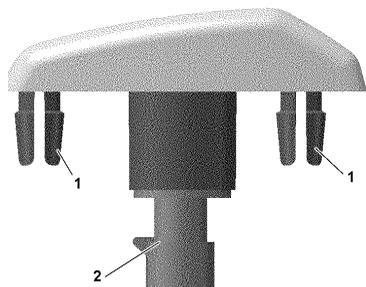

Рис. 9.36. Боковой указатель поворота:
**Боковые указатели поворота** на УАЗ КАРГО установлены сбоку на передних крыльях. Для замены лампы указателя поворота сожмите фиксаторы 1 (рис. 9.36) и снимите указатели поворота с автомобиля, затем выньте патрон 2 с лампой.